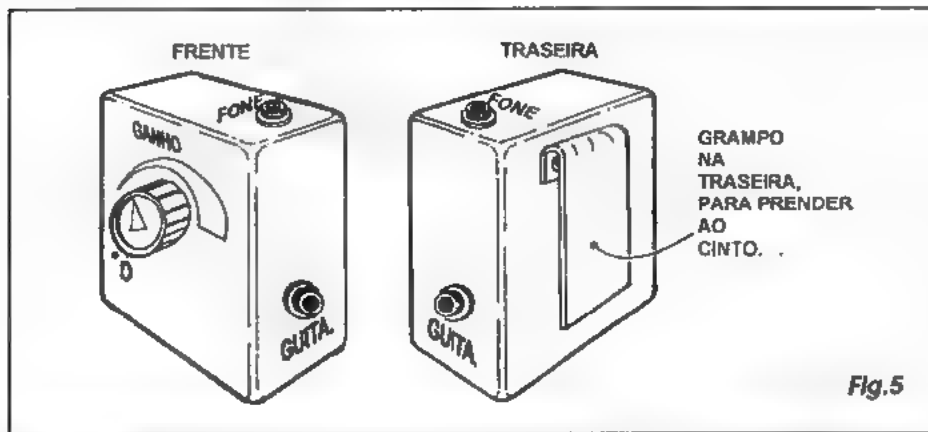

Fig.5
**- FIG. 5 - UMA CAIXINHA PRÁTICA, E UM ACABAMENTO BONITO...** - Acreditamos que a idéia de acabamento do MADEG deve ser centrada na portabilidade, na praticidade do uso... Portanto, a sugestão detalhada no diagrama, nos parece a solução mais adequada, com o conjunto resultando menor do que um maço de cigarros, podendo - em uso - ser